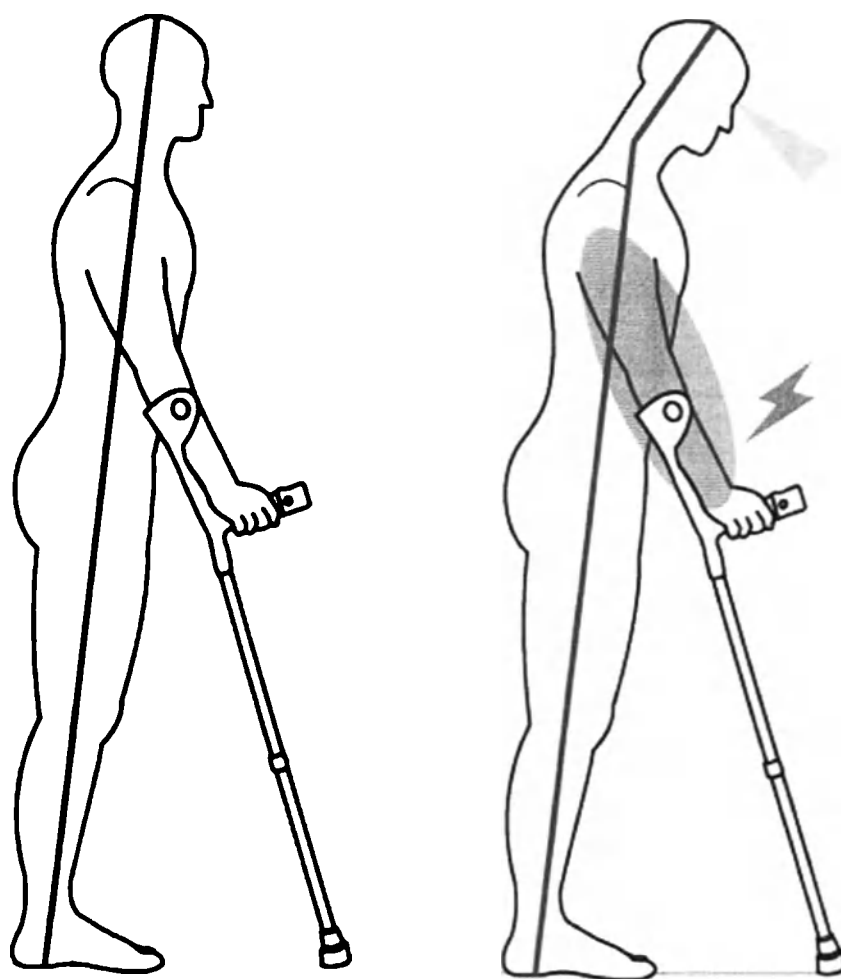

Рисунок 59 – Взгляд пользователя, слева предпочтительный вариант.
- При ходьбе необходимо смотреть не под ноги, а вперёд. Это позволяет быстрее научиться ходить с минимальной опорой на руки (рисунок 59). В тренировке этого навыка поможет использование зеркала.